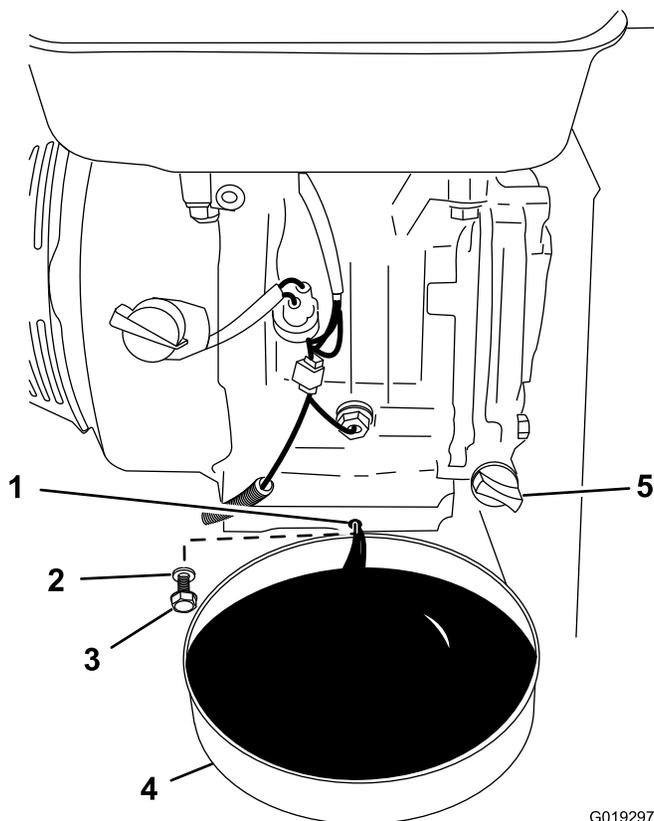

Figure 25
- Placez un bac de vidange d'au moins 1,9 L (2 pts américaines) sous l'orifice de vidange d'huile du moteur (Figure 25).
- Retirez le bouchon de vidange et sa rondelle, et vidangez l'huile (Figure 25).
- Lorsque la vidange d'huile est terminée, remettez le bouchon en place, assorti d'une rondelle neuve, et essuyez les coulées d'huile éventuelles (Figure 25).